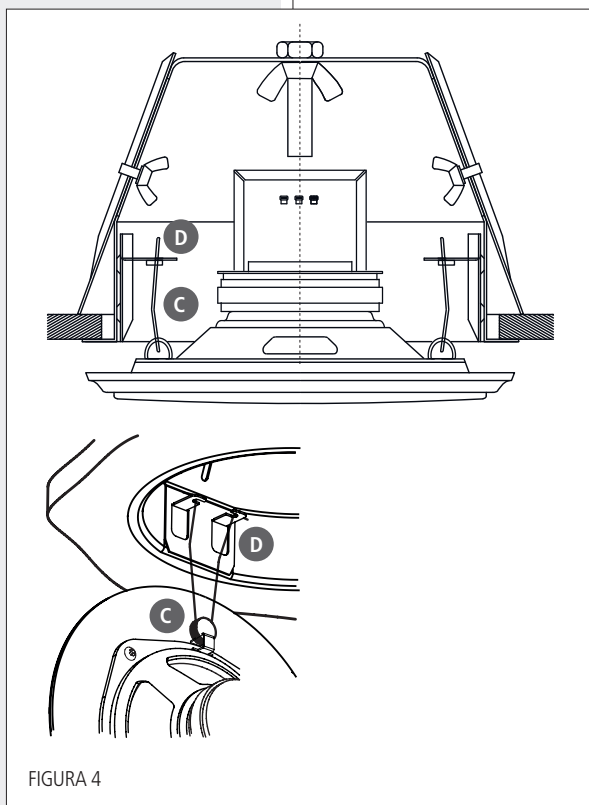

FIGURA 4
5. Appendere il diffusore al fondello, incastrandolo le estremità di una delle due molle di sostegno **C** del diffusore in uno dei ganci **D** del fondello (come mostrato in figura 4).